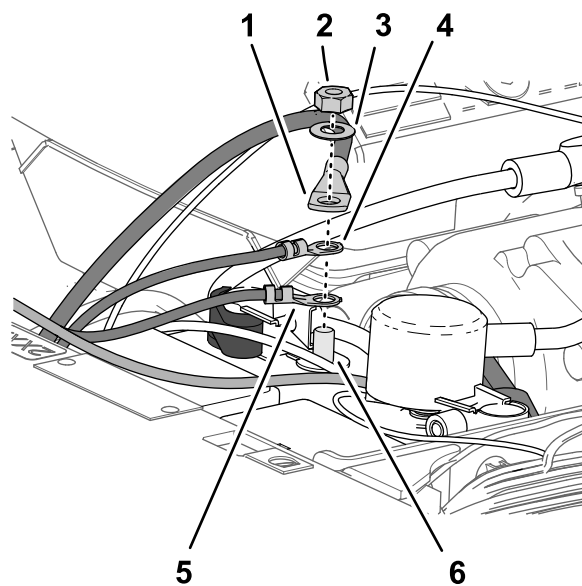

图212
- 按照以下顺序将以下电线和接线端子连接至负极电池端子图212的螺纹柱上